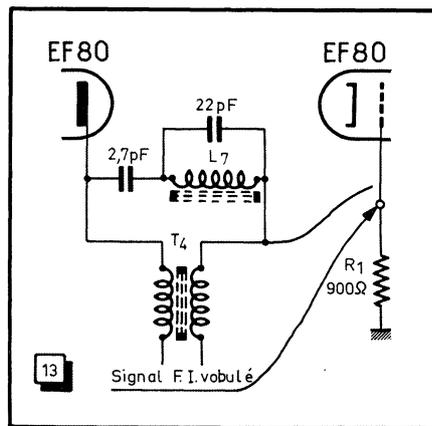

Fig. 13. — On recommande de « libérer » le point d'injection de tous les éléments pouvant influencer la réponse en fréquence des circuits qui suivent.
3. — On recommande souvent de « libérer » la grille à laquelle on applique le signal, c'est-à-dire de la déconnecter des circuits qui la précèdent en ne lui laissant que sa résistance vers la masse (fig. 13). D'une part, une telle coupure n'est guère réalisable lorsqu'il s'agit d'une platine « imprimée » et, d'autre part, notre expérience nous a montré que l'influence des circuits tels que T₄ et L₇ (fig. 13) est minime sur le résultat, c'est-à-dire sur la forme de la courbe observée. En effet, la sonde d'injection est terminée par une résistance de 75 Ω , tandis que l'impédance des circuits qui précèdent le point d'injection est très nettement supérieure.